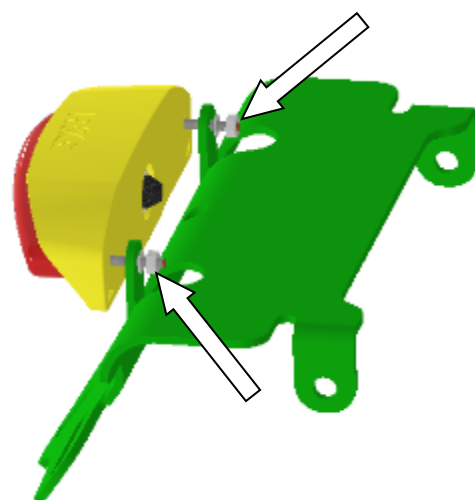

ABBILDUNG 2
- Die Einheit an den Öffnungen am Kennzeichenhalter (**Artikel 1**) montieren wie in **Abbildung 2** abgebildet.
- Die M3 Muttern und Unterlegscheiben an den hervorstehenden Gewinden anbringen wie in **Abbildung 2** abgebildet (zu diesem Zeitpunkt noch nicht festziehen) und die Kabel durch die mittlere Öffnung führen.